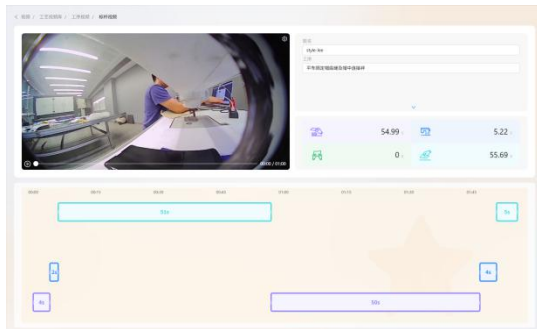

图 1
- 1、标杆视频：点击“播放”按钮，进入图 1 标杆视频播放页面。